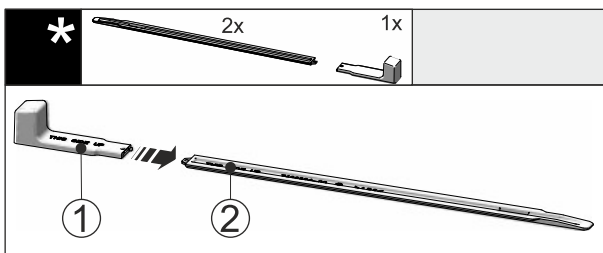

Fig. 52
- ▶ Liitä asennuskahva Fig. 52 (1) kiskoon, jota käytetään vaakatasoon säätämistä varten Fig. 52 (2).